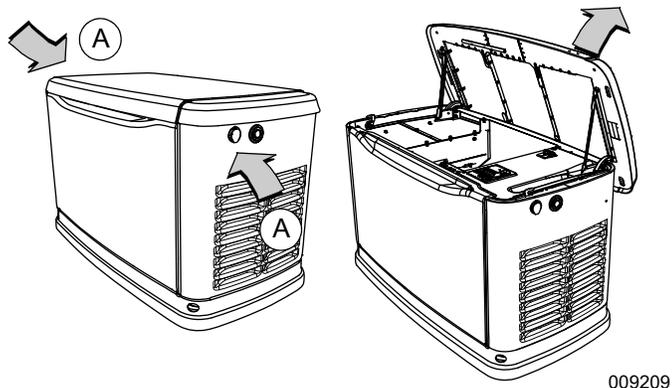

Figure 2-4. Ouvrir le capot supérieur
2. Voir **Figure 2-4**. Le capot est fermé par deux verrous (A), un de chaque côté. Appuyer sur le capot supérieur au-dessus du verrou latéral puis déverrouiller pour ouvrir correctement le capot.